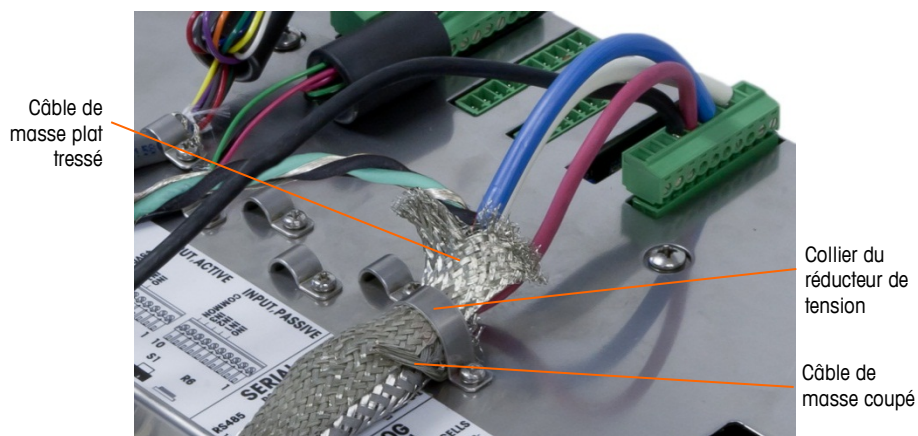

Figure 2-68 : Terminaison de la tresse externe du circuit autonome PDX, enceinte de montage sur panneau
- b. Faites glisser vers l'avant la tresse extérieure afin de recouvrir la tresse et la feuille métallique internes. Tirez le câble de masse extérieure par-dessus la tresse extérieure et coupez-la à environ 25 mm (1 po). Placez la tresse de masse autour du câble du circuit autonome et du câble de masse avant de fixer l'ensemble sur le couvercle arrière du IND780 en utilisant le grand collier de serrage du réducteur de tension fourni avec l'unité (Figure 2-68). L'autre extrémité de la tresse de masse plate sera fixée à la prise de terre.